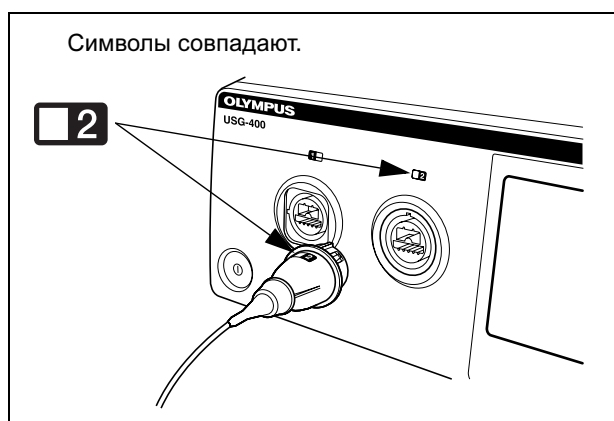

Рис. 3.21
1. Сверка места расположения и идентификационного символа 2 Символ 2 на штекере преобразователя и разъеме для инструмента SONICBEAT должны совпадать (см. рис. 3.21).